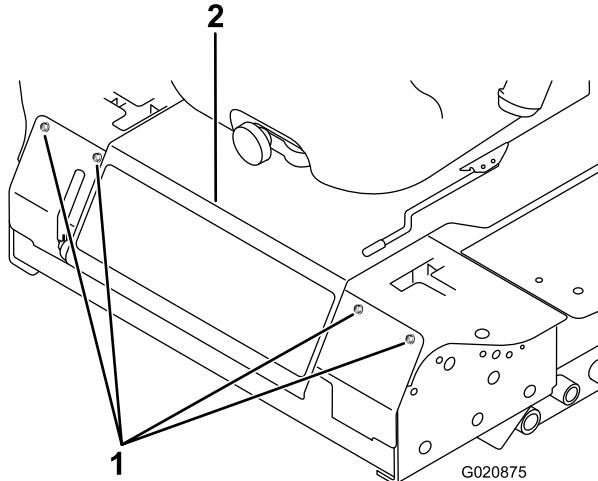

図 52
- 前パネルを止めているボルトを外して前パネルを外す(図 52)。